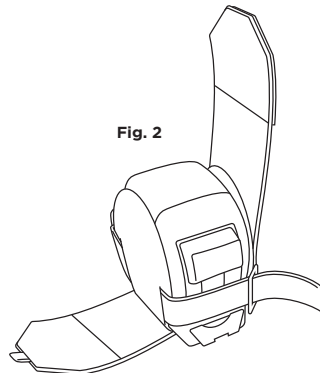

Fig. 2
2. Place the tape measure into the trap, with the back of the tape measure facing the D-Ring on the back of the trap. [fig. 2]
2. Coloque el anclaje para flexómetro en la trampa, con la parte posterior del flexómetro hacia el anillo en forma de D de la parte posterior de la trampa [fig. 2].
2. Placez le mètre à ruban dans le Trap, le dos du mètre à ruban devant faire face à l'anneau en D à l'arrière du Trap. [fig. 2]